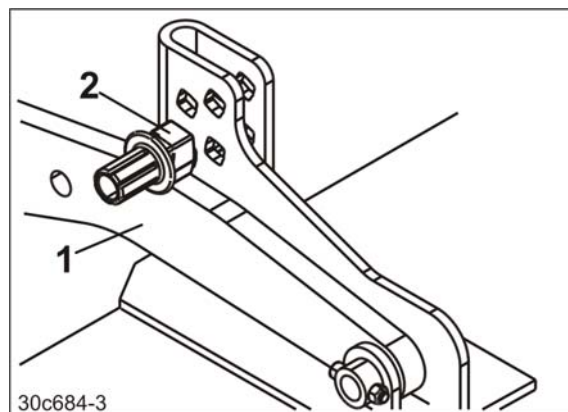
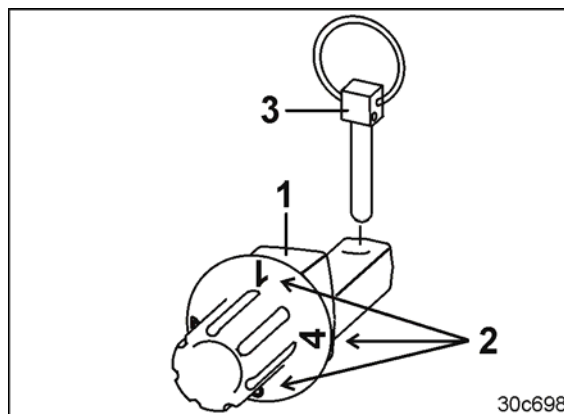

Fig. 113
Fig. 115
1. Løft maskinen kun så høyt med traktorhydraulikken, til dybdereguleringsboltene (Fig. 113/2) frigjøres fra bæreamene (Fig. 113/1).
- o jo høyere er sifferet (Fig. 115 /2), som ligger inntil bærearmen (Fig. 113/1).